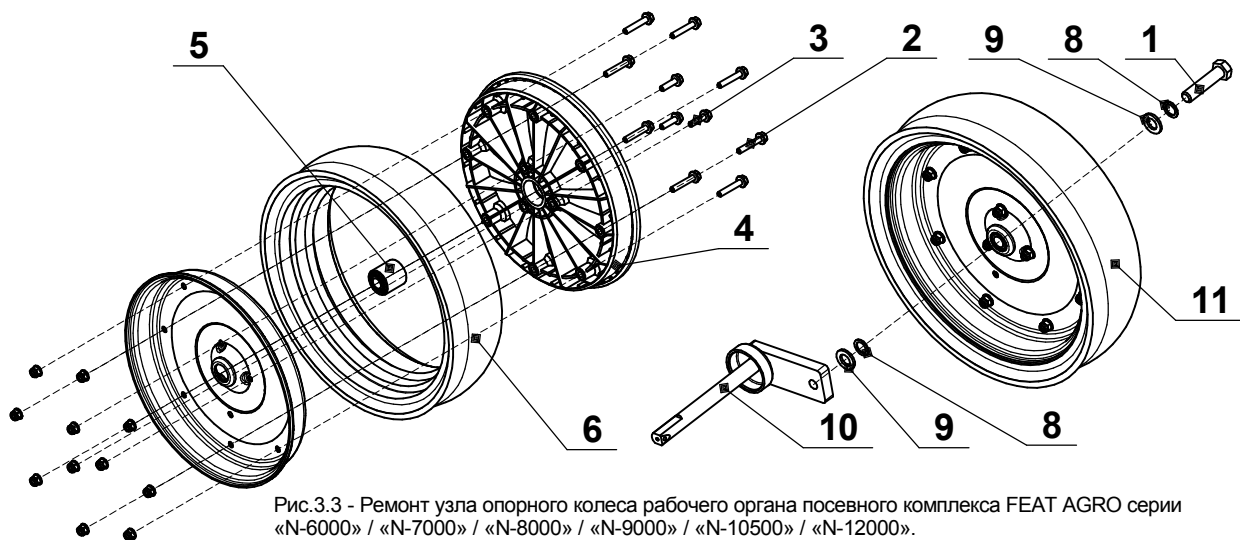

Рис.3.3 - Ремонт узла опорного колеса рабочего органа посевного комплекса FEAT AGRO серии «N-6000» / «N-7000» / «N-8000» / «N-9000» / «N-10500» / «N-12000».
1. Выкрутите крепёжный болт (**поз.1** рис.3.3), а также снимите шайбы (**поз.8, 9** рис.3.3) и опорное колесо с рычага (**поз.10** рис.3.3).
2. Снимите крепёжные элементы (**поз.2, 3** рис.3.3) и разберите опорное колесо.
4. Снова соберите подшипник (**поз.5** рис.3.3) и детали опорного колеса.
5. Прикрепите опорное колесо (**поз.11** рис.3.3) к рычагу (**поз.10** рис.3.3) с помощью регулировочных шайб (**поз.8, 9** рис.3.3) и крепёжного болта (**поз.1** рис.3.3). Затяните крепёжные детали шарнира согласно таблице 1.8.
ПРИМЕЧАНИЕ: Зазор должен составлять **1-6мм**. На креплении опорного колеса добавляйте или убирайте регулировочные шайбы (**поз.8,9** рис.3.3).